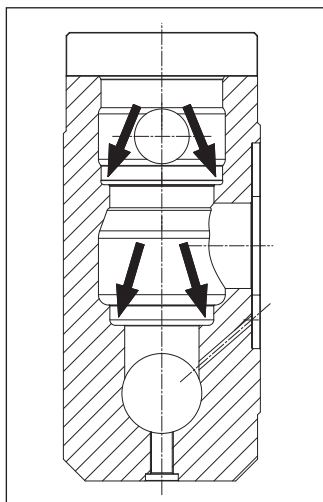

Fig. 175
**Avant de replacer les groupes soupape, nettoyer et essuyer à fond les logements correspondants situés dans la culasse indiqués par les flèches (Fig. 175).**